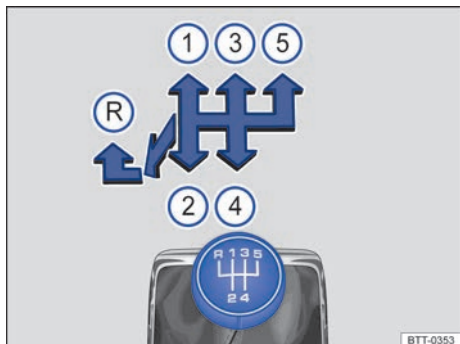

Fig. 90 Esquema de la transmisión manual de 5 marchas.
Las posiciones de cada una de las marchas están representadas en la palanca de cambios → fig. 90.
- Empujar la palanca de cambios totalmente hacia la izquierda y después hacia adelante hasta la posición de la marcha atrás → fig. 90 (R).